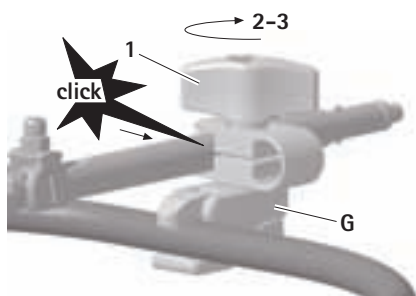

Rys. 6
- ▶ Zacisk mocujący **G** zatrzasknąć w żądanym położeniu na ramie **4** (BV814R/BV815R), patrz Rys. 6. Zacisk mocujący **G** trzyma się samoczynnie na ramie **4**.